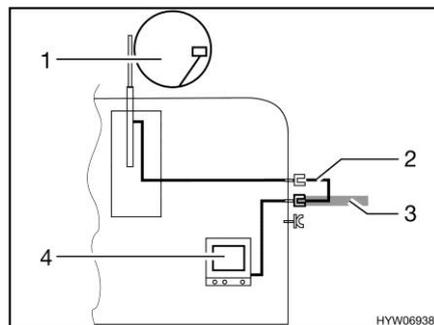

Fig. 109 TV dans le véhicule
- TV dans le véhicule (Fig. 109,4) : Raccord à l'antenne sur le toit (Fig. 109,1) avec câble d'alimentation (Fig. 109,2)
- TV dans le véhicule (Fig. 109,4) : Raccord à l'antenne extérieure (Fig. 109,3)